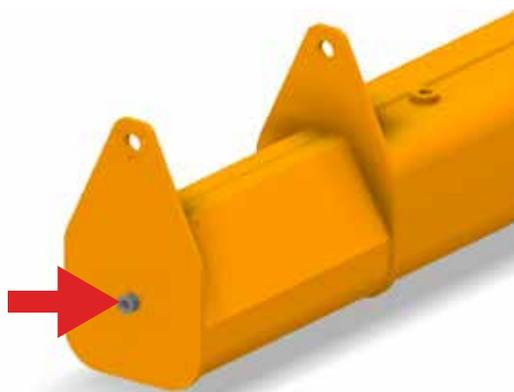

fig.12
- ▶ La structure des potences (fut, console et flèche) sont généralement livrés sans emballage. Sur les futs et les consoles, il y a généralement un point d'ancrage pour la manutention (fig. 12).